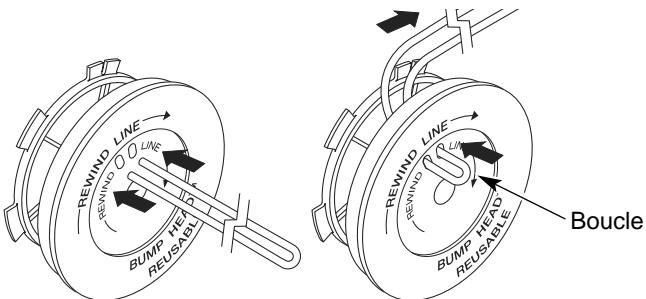

Fig. 19
6. Découpez environ 5.4 m (18 pi) de fil neuf et faites-en deux boucles de longueurs égales. Insérez chaque extrémité du fil dans l'un des deux trous du moulinet (Fig. 19). Tirez le fil travers le moulinet pour que la boucle soit le plus petit possible.